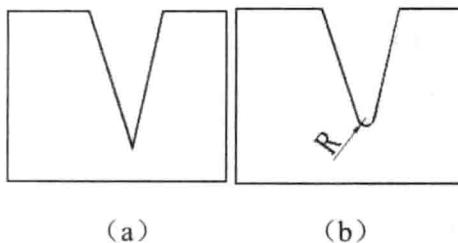

图 1-10 冲缺口避免尖角
- 冲缺口原则。冲切缺口应尽量避免如图 1-10 (a) 所示的尖角。缺口为尖角的冲孔，将缩短模具使用寿命，并且在尖角处容易产生裂纹。将图示 1-10 (a) 改为如图 1-10 (b) 所示结构后，不仅能改善零件成型，还有利于延长模具的使用寿命。